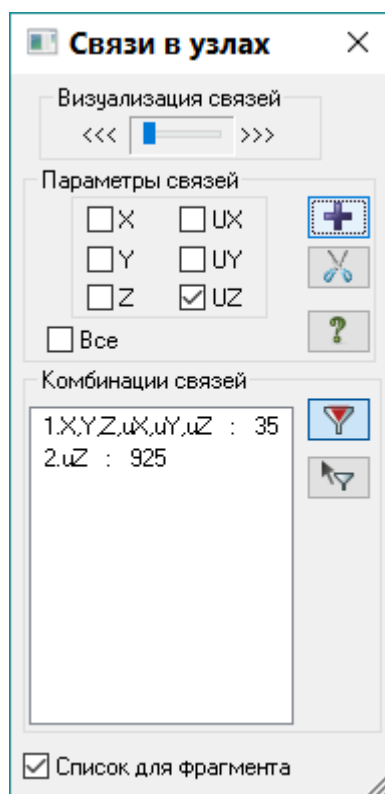

Рис.16.14. Диалоговое окно **Связи в узлах**
- Щелчком по кнопке  – **Связи** (панель **Жесткости и связи** на вкладке **Создание и редактирование**) вызовите диалоговое окно **Связи в узлах** (рис.16.14).